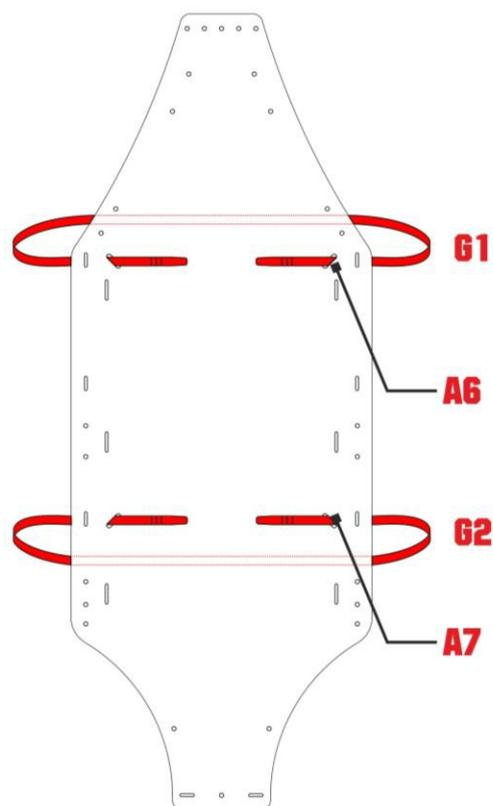

Рис. 14
- b) подъем и/или транспортировка: вставьте короткий комплект для подвешивания (G1) в прорези A6, а длинный комплект для подвешивания (G2) - в прорези A7 опорной поверхности (рис. 14),